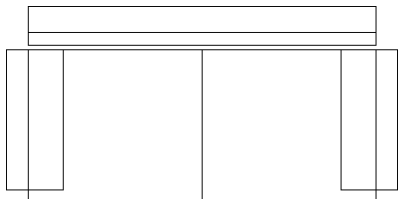

图 4-35 绘制矩形
2) 在功能区单击“常用”选项卡→“绘图”面板→“矩形”按钮, 绘制 6 个矩形, 尺寸分别是两个 800×700 、2 个 260×650 、1 个 1600×120 、1 个 1600×60 , 如图 4-35 所示。